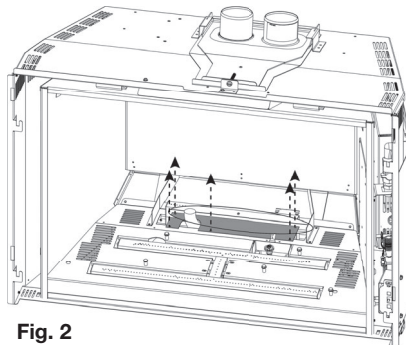

Fig. 2
- 3. Retirez les 5 vis servant à fixer la plaque de recouvrement en place. Glissez la plaque de recouvrement vers l'arrière puis sortez (**Fig. 2**).